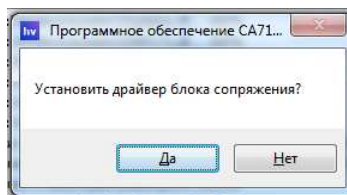

Рисунок 8.5
4) На экране появится сообщение "Установить драйвер блока сопряжения?" (рисунок 8.5). На этот вопрос следует ответить "Да".